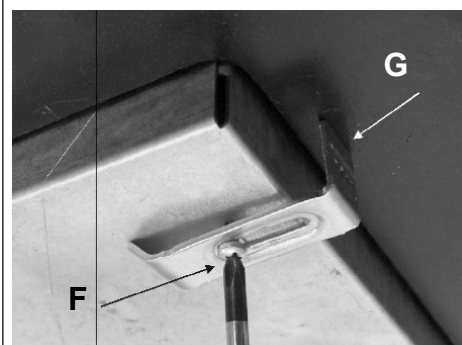

FIG. 10
-Si el cable de alimentación "C" está desprovisto de enchufe (ver fig. 10), aplique un enchufe normalizado adecuado para la carga indicada en la etiqueta de identificación. Conecte los cables según el esquema de la fig. 10 prestando atención para respetar las siguientes correspondencias: